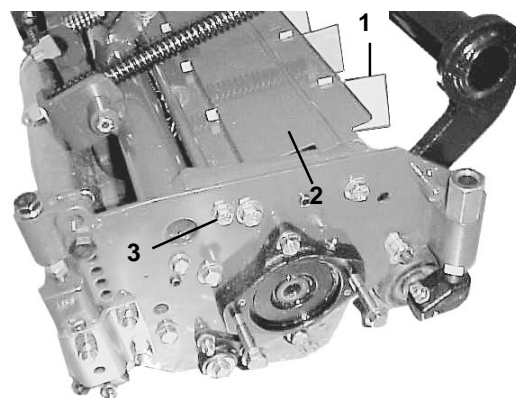

Figure 3
2. Pour régler les ailettes (Fig. 3), décrochez et déplacer la patte de montage avant dans la fente de positionnement droit ou incliné.